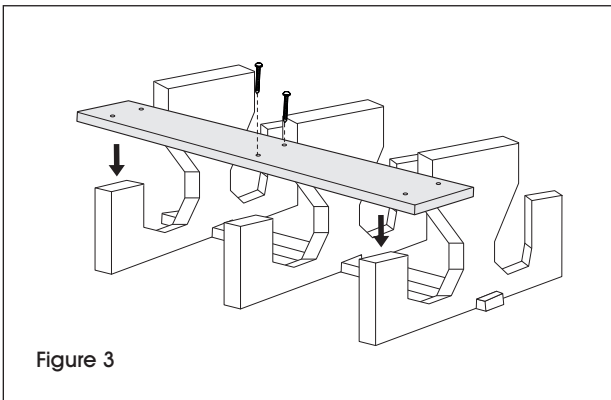

Figure 3
4. Prépercez les trous au centre des planches à l'aide de la perceuse et de la mèche de 3/8 po. Fixez sans serrer les planches aux bases en plastique à l'aide des tire-fonds de 4 po, de la perceuse et de la douille tournevis de 3/4 po (à bien visser plus tard à l'étape 8). (Voir Figure 3)